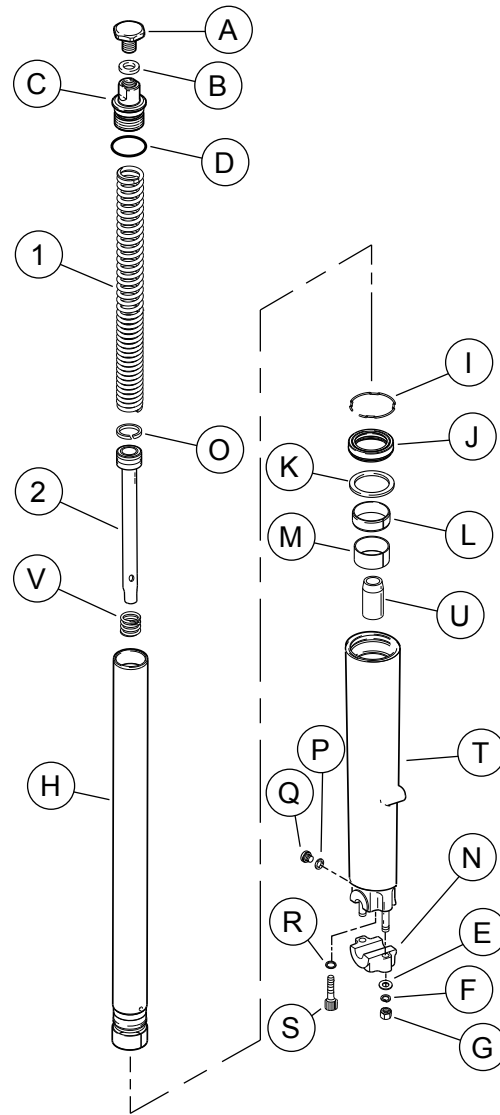

Figure 6. Pièces de rechange : Kit d'abaissement de train avant du Road King
2. Voir le Figure 6. Retirer les écrous (G), les rondelles-frein (F), les rondelles plates (E) et le support d'axe (N) des goujons de l'extrémité du fourreau de fourche (T).
Voir Figure 6 pour les étapes 4 à 16.
Voir Figure 6 pour la procédure suivante.